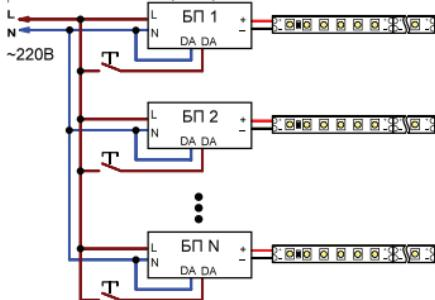

Рис.3. Структурная схема подключения оборудования при использовании кнопок Touch DIM
- 3.10. Для использования функции Touch DIM, необходимо на клеммы **DA1** и **DA2** подавать напряжение сети  $\sim 220\text{B}$  через кнопку с нормально разомкнутыми контактами, включенную в разрыв фазного провода сети (Рис.3). Управление выполняется следующим образом: